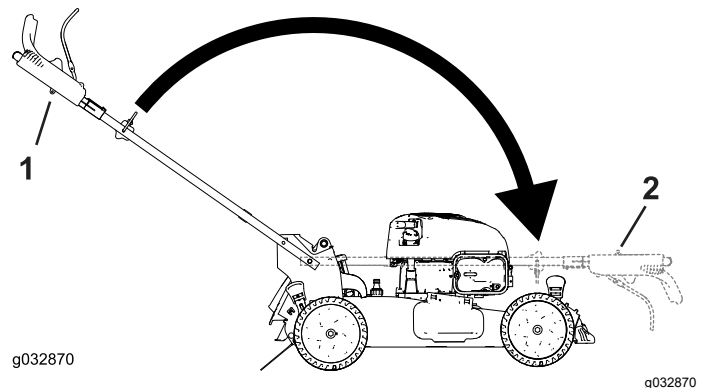

Figura 21
- Doble el manillar girándolo hacia adelante (Figura 21).